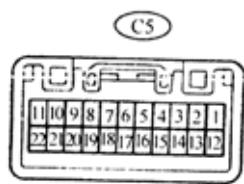

图 9-104
- (1)从组合仪表总成上断开连接器, 连接器端子如图 9-104 所示。
- (2)把蓄电池正极(+)与端子 C6-18 连接, 负极(-)与端子 C6-7 和端子 C6-9 连接。
- (3)把蓄电池负极(+)与端子 C6-10 连接, 负极(-)与端子 C5-9 和端子 C6-16 连接。